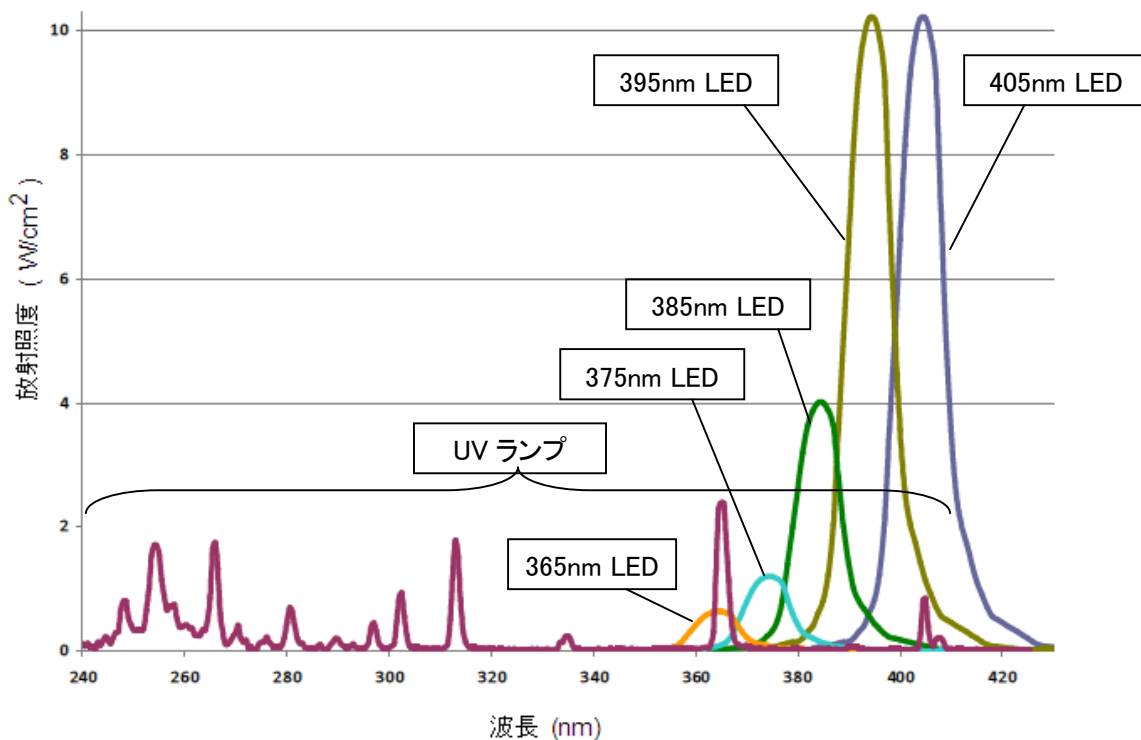

図4 UV ランプと UV-LED の代表的な出力スペクトル特性
- ① LED の発光原理は半導体のバンドギャップ間のキャリア再結合によるもので、バンドギャップに相当する波長を中心として狭い波長域の光が発生する点が大きな特長である。
- ② UV-LED の発光スペクトルは狭く(図4)、長波長の赤外線(熱線)の放射はない。UV-LED は UV ランプのような熱放射の問題を原理的に持たない。
- ③ LED は光だけでなく熱も発生させる。投入パワー(W)に対して得られる発光パワー(W)の割合を発光効率と言う。特に高出力 UV-LED は発熱が顕著であり、現状では発光効率は 20%以下である。
- ④ LED の過度な発熱は寿命を著しく短くする。現時点では高出力 UV-LED は冷却手段が不可欠である。
- ⑤ プランクの放射則からも明らかなように、UV-LED チップ自体の発熱は硬化材料を加熱するような赤外線放射を伴わない。
- ⑥ UV-LED は、電流の ON/OFF に対して高速に応答して点灯/消灯し、寿命への影響はない。UV アークランプのように常時点灯させておき、機械的シャッター機構により点灯・消灯を行う必要はない。
UV 硬化用に入手可能な高出力 UV-LED の中心発光波長は 365nm、375nm、385nm、395nm、405nm である。図4に、これら5つの UV-LED の発光スペクトルと併せて UV ランプの発光スペクトルを示す。UV ランプは 200nm から 445nm におよぶ広い波長域の発光スペクトルを示す。これに対して UV-LED は狭い発光スペクトルを有している。
ここで、UV ランプに比べて UV-LED の発光ピーク強度が非常に大きいことは興味深い。図4に示す UV ランプの 365nm のピーク強度は 2W/cm² 程度、一方 395nm や 405nmLED のピークは 10W/cm² であり、UV ランプのピーク強度の5倍に達する。